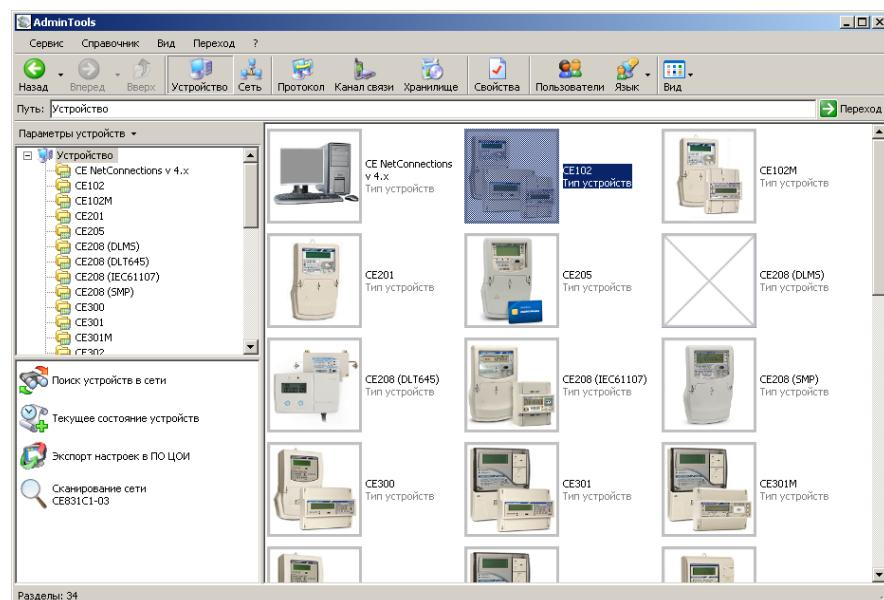

Рисунок 20 – Вид окна программы для выбора типа счётика
5.2.1 Нажать кнопку «Устройство» на панели инструментов. Выбрать тип устройства «СЕ102» в проводнике устройств, находящемся в левом верхнем углу, одним нажатием левой кнопки мыши или в главном окне программы двойным нажатием кнопки мыши (см. Рисунок 20).